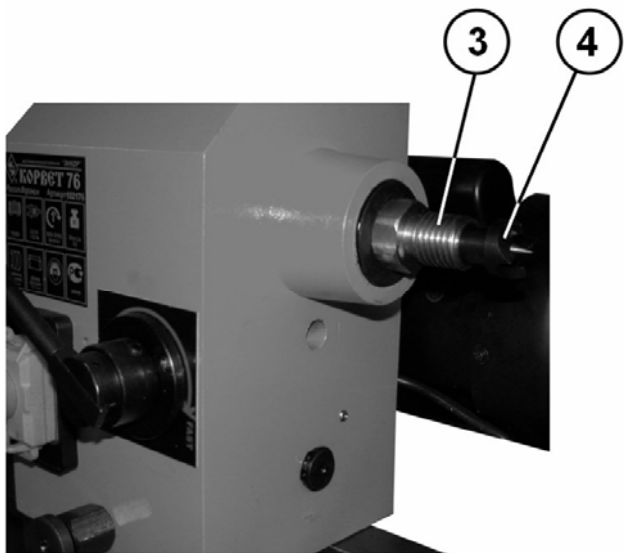

Рис.6
8.4. Установка центров (Рис. 6, 7)